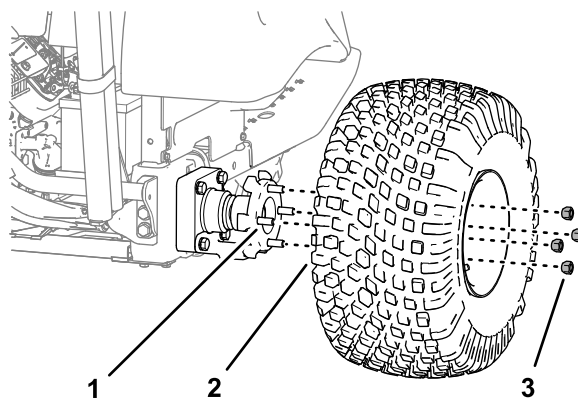

図 30
2. ホイールをハブに固定しているホイールナット4個を外してホイールとタイヤを取り外す 図 30。
- ホイールハブのスタッドにホイールとタイヤを組み付ける 図 30 ステップ2で外したホイールナット4個を使用し、ナットを手締めする。